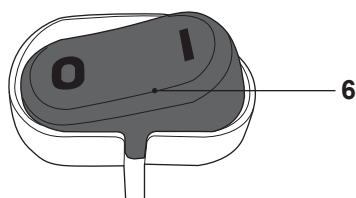

Fig. 16
- > Compruebe que el interruptor encendido / apagado (6) esté en la posición de apagado O (Fig. 16).